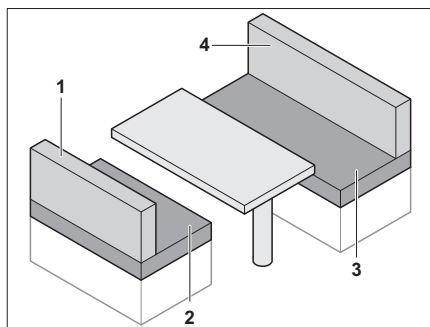

Bild 70 Vor dem Umbau
- Die Rückenpolster (Bild 70,1 und 4) abnehmen.